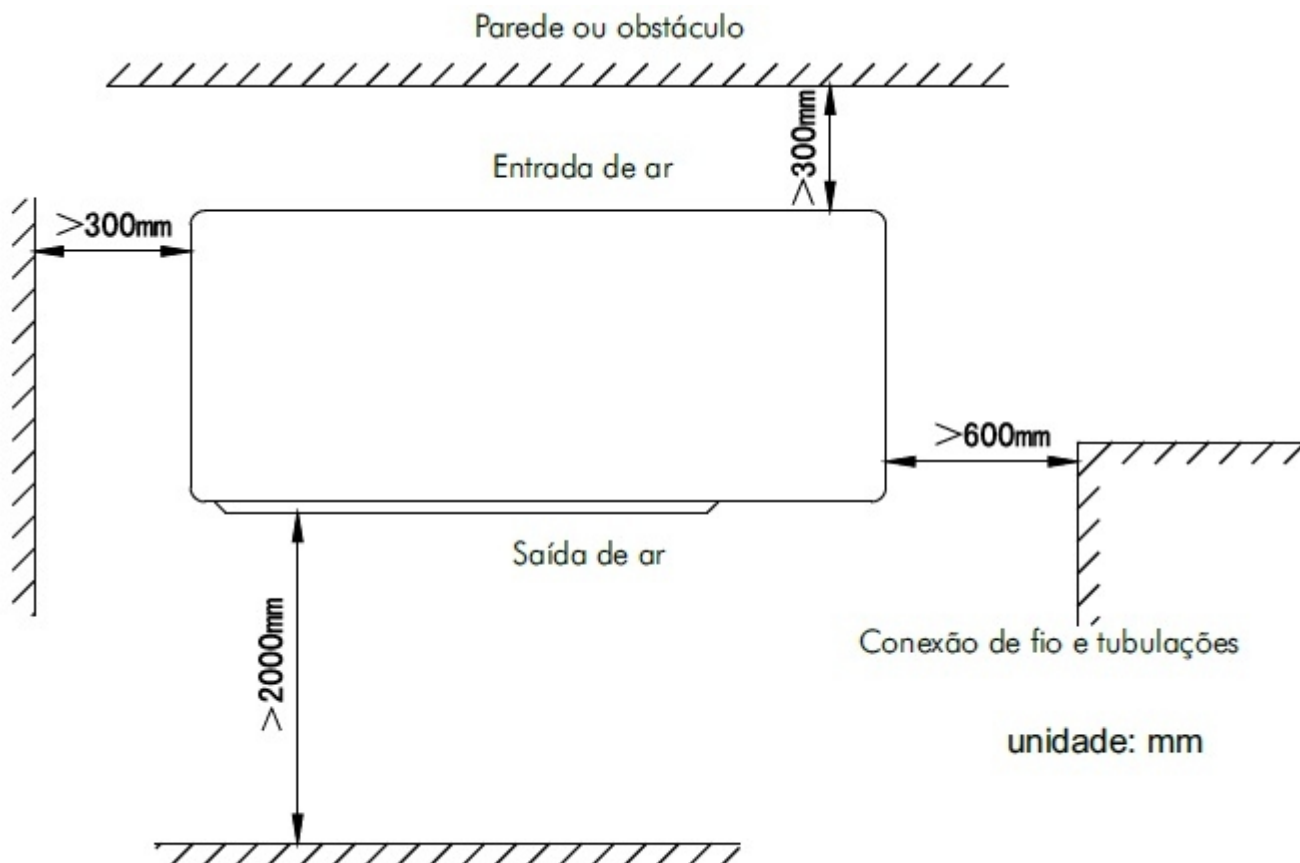

Fig. 4
- * Veja abaixo os limites permitidos de instalação (Fig. 4).